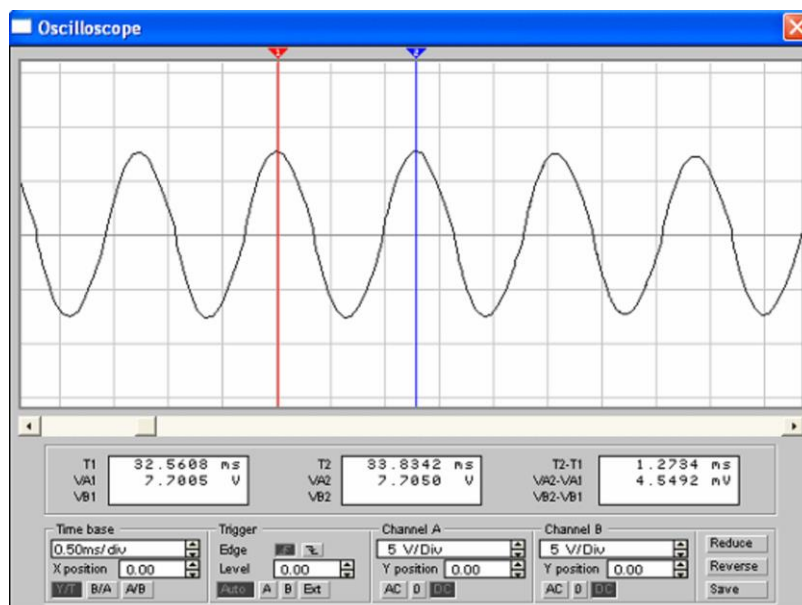

Рис. 5 – Осциллограммы напряжения на конденсаторе и выходного сигнала
21. Установить визирные линии 1 и 2 (синяя и красная) так, как показано на рис. 5, добиваясь, чтобы разность VA2-VA1 была как можно ближе к нулю.